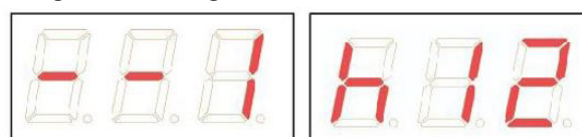

Fig31
- Bring ventilen til 12-timers position og tryk på [P4] for at fortsætte. I dette tilfælde vil meddelelsen vist i Fig31 blive vist.